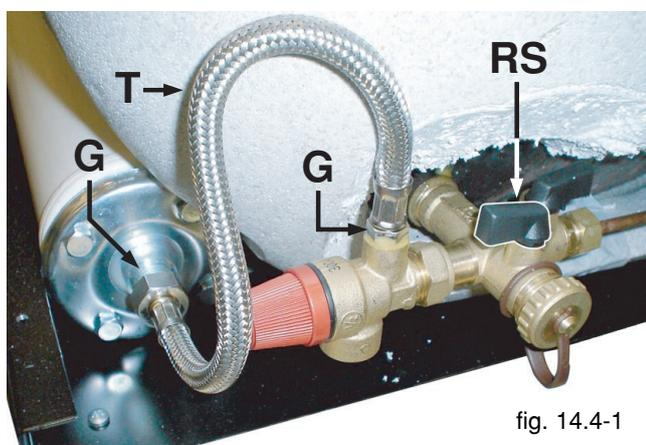

fig. 14.4-1
- togliere il tappo dal gruppo di carico/scarico bollitore, collegarvi un tubo in modo da convogliare l'acqua del bollitore che verrà scaricata aprendo il rubinetto RS (fig. 14.4-1).